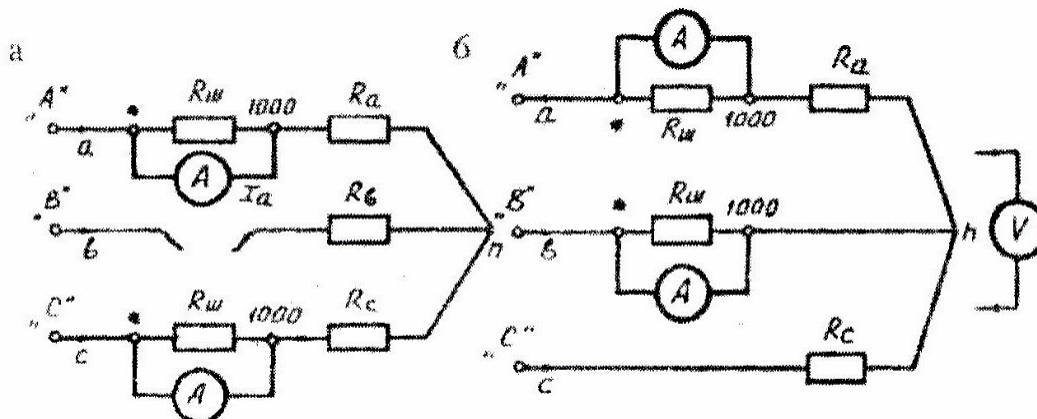

Рис.4.2.Схемы трехпроводной трехфазной цепи для исследования аварийных режимов:
1.3. Собрать на стенде трехпроводную трехфазную цепь для симметричного приемника  $R_a=R_b=R_c$  (рис.4.2,а). Включить питание источника и измерить токи и напряжения при обрыве фазы  $b$ . Выключить питание.
1.4. Собрать на стенде трехпроводную трехфазную цепь для приемника, включенного звездой (рис. 4.2,б), и исследовать режим работы при коротком замыкании в фазе  $b$ . Выключить питание.